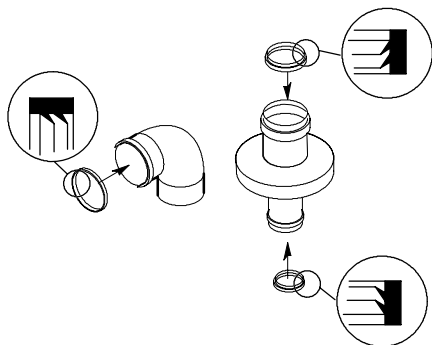

fig. 5.34
- Inserire nella curva e nel tronchetto espulsione fumi le guarnizioni a labbro (fig. 5.34).